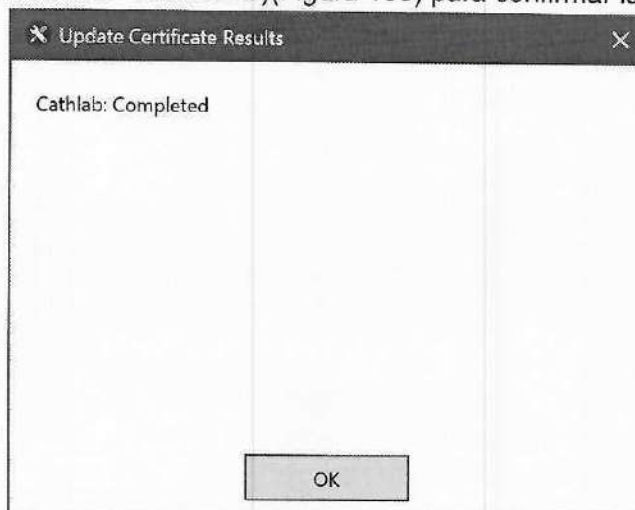

Figura 100: CCM – Update Certificate Results (Actualizar los resultados del certificado)
- Al finalizar, seleccione **OK** (Aceptar) en el cuadro de diálogo **Update Certificate Results** (Resultados de Actualizar Certificado)(Figura 100) para confirmar la descarga.